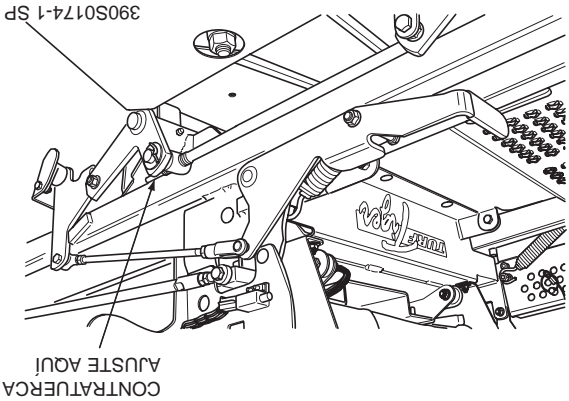

Figura 6-6 Ajuste del nivel de la plataforma de corte
1. Afloje las tuercas de bloqueo en ambas varillas de ajuste. (Vea la Figura 6.6)
2. Usando una llave en la contratuerca (vea la Figura 6.6) gire las varillas de ajuste hasta que se alcance la inclinación adecuada en los lados derecho e izquierdo de la plataforma de corte. Apriete ambas tuercas de bloqueo.